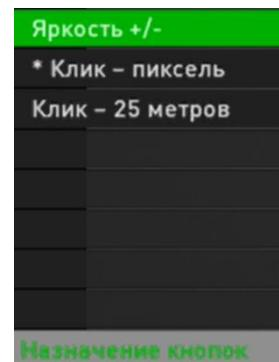

Рисунок 29 – Назначение кнопок
Данный раздел позволяет пользователю выбрать назначение кнопок (3) и (5) в основном режиме (см. рис. 29):
- «Яркость +/-» – кнопкам (3) и (5) будет назначена регулировка яркости дисплея;
- «Клик – пиксель» – кнопкам (3) и (5) будет назначен ввод баллистических поправок. Каждое нажатие кнопки (5) будет увеличивать введенную баллистическую поправку вверх на 1 пиксель (1,7 см/100 м), каждое нажатие кнопки (3) – вниз на 1 пиксель.